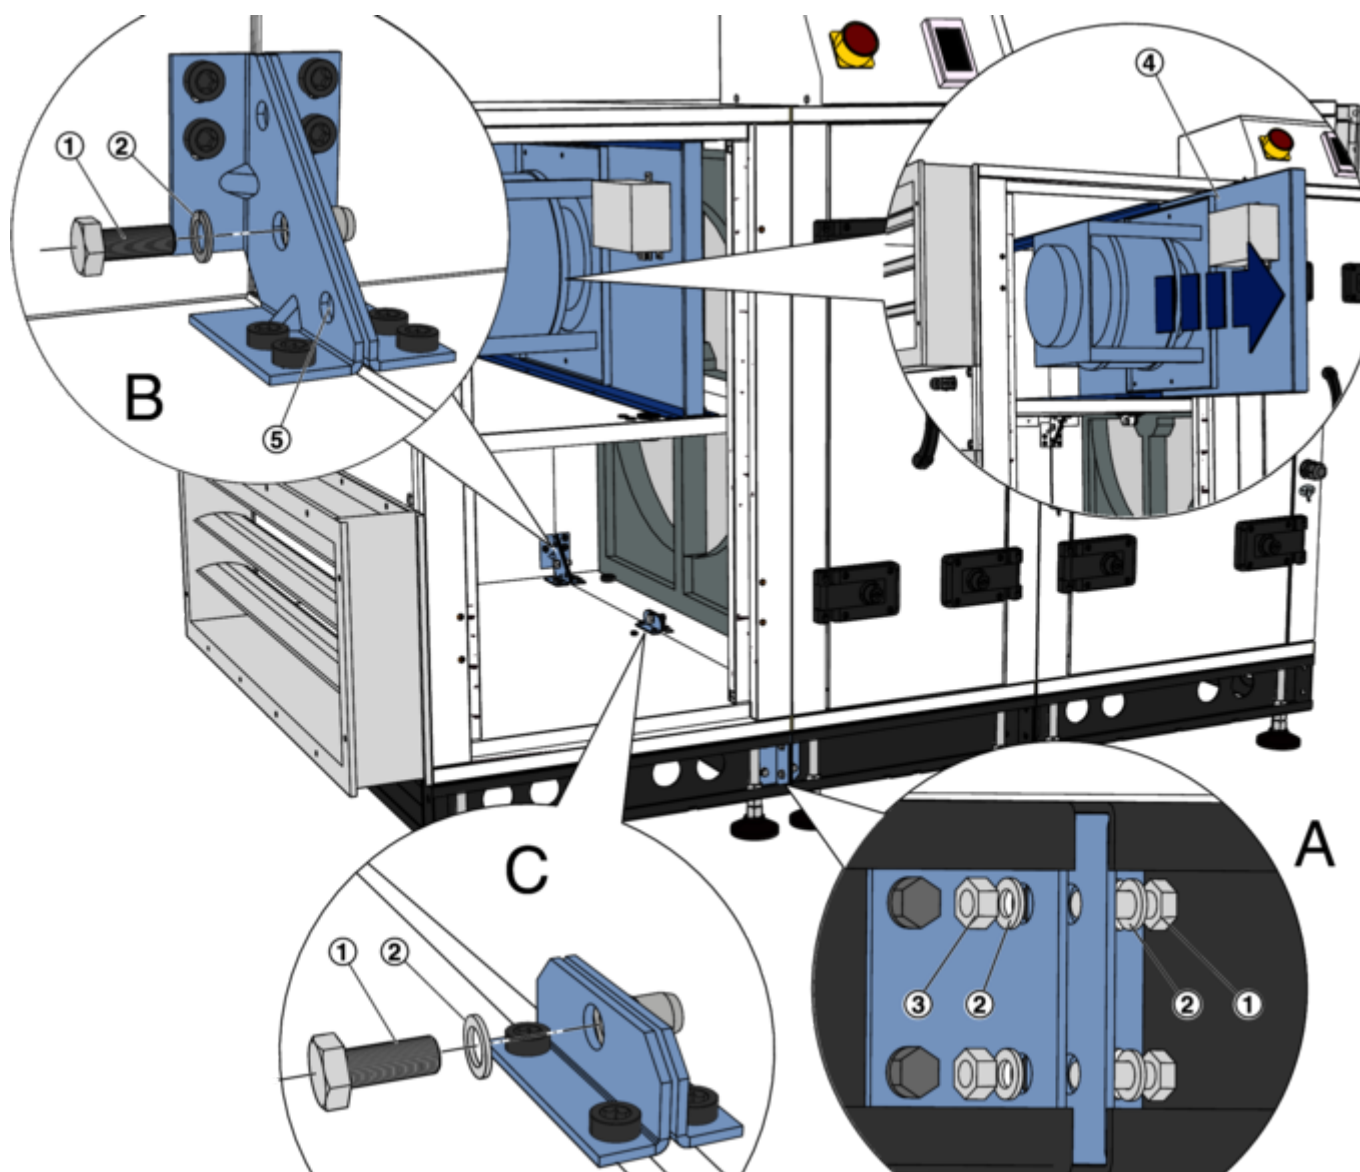

Fig. 17 : Raccordement des modules CTA
Si l'ensemble de l'appareil est trop volumineux pour être transporté sur le site d'installation, il peut être démonté aux points de séparation. Les points de séparation sont visibles sur les raccords à vis des cadres de base (Fig. 17 /A). Le démontage de la CTA en composants individuels s'effectue dans l'ordre inverse de la description de l'assemblage ↪ Chapitre 4.4.2 « Assemblage des caissons de la CTA » à la page 27 .
- Faces d'extrémité des cadres de base (Fig. 17 /A)
- Plaques de gousset, dans chaque coin (Fig. 17 /B)
- Étrier (Fig. 17 /C)
Taille R015 - Pour atteindre les points de connexion, tirez complètement la plaque de montage du ventilateur à R050 (Fig. 17 /4).